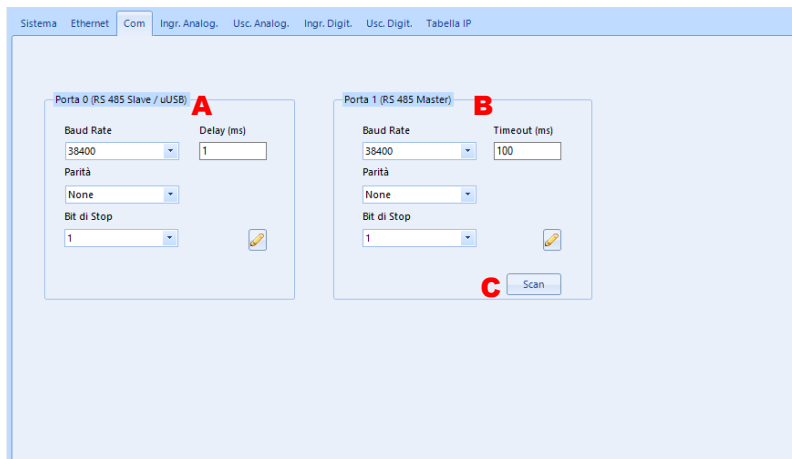

Fig. 6.19
- la Porta 0 (RS485 Slave) con velocità di Baud Rate, Parità, Bit di Stop e Delay (**Fig.6.19-A**)
- la Porta 1 (RS485 Master) con velocità di Baud Rate, Parità, Bit di Stop e Timeout (**Fig.6.19-B**)